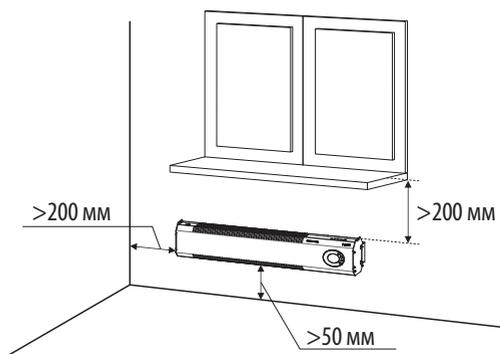

Рисунок. 1. Размещение конвектора
- 6.1. Для нормальной работы конвектора необходимо обеспечить: расстояние до пола – не менее 50 мм, до боковой стены, мебели – не менее 200 мм, свободное пространство над конвектором – не менее 200 мм (см. рис. 1).